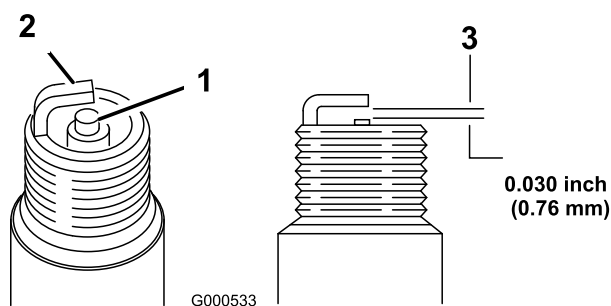

Figure 28
5. Réglez l'écartement des électrodes à 0,76 mm (0,030") (Figure 28).